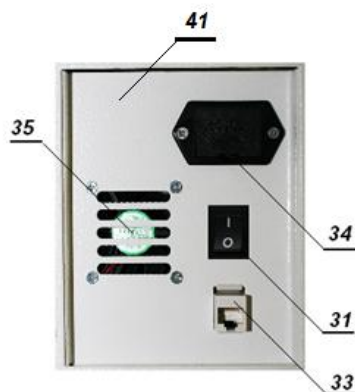

Рис.9. Панель выхода RS485 и включения электропитания левого термостата.
- Автоматический выключатель (27);
- Евровилка сетевая (28);
- Шнур электропитания (29);
- Выключатель правого термостата (30);
- Вентилятор охлаждения (32) электронного узла правого термостата.
4.10 На левой боковой стороне блока электроники (рис.9) размещена панель (41) выхода RS485 и включения электропитания левого термостата.